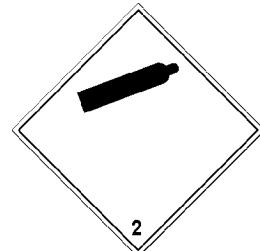

Fig. 2
- Per quanto riguarda il trasporto su strada pubblica, le bombole di aria compressa con una pressione superiore a 2 bar sono soggette alle norme GGVSE e ADR sul trasporto dei materiali pericolosi. Le bombole di aria compressa o l'imballo di trasporto devono essere contrassegnati con l'etichetta di pericolo 2.2, ai sensi della sottosezione 5.2.2.2 ADR (osservare la Fig. 2).